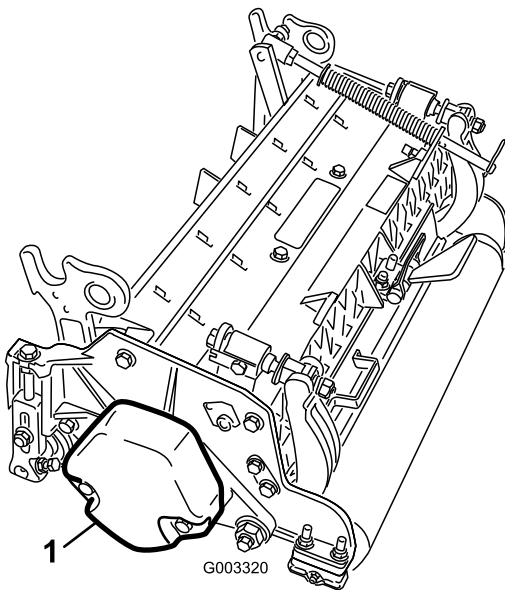

Figure 6
2. Déposez le contrepoids (Figure 6).